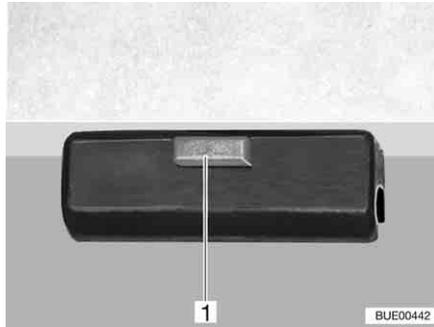

Bild 95 Verriegelung
- Verriegelung (Bild 95,1) an der Tischplatte lösen.